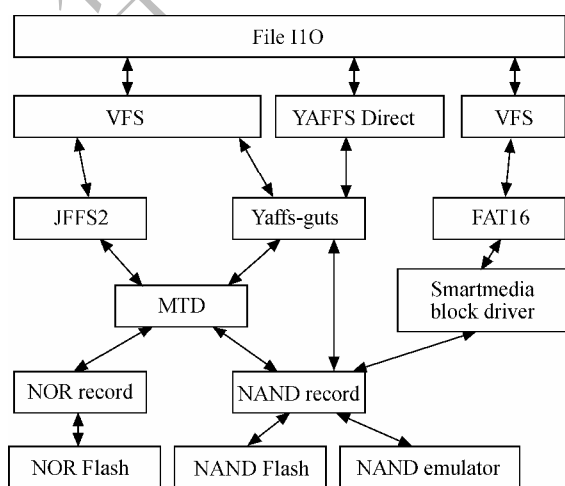

图 19.8 JFFS2 和 YAFFS
- 1 YAFFS 还带有 NAND 芯片驱动, 并为嵌入式系统提供了直接访问文件系统的 API, 用户可以不使用 Linux 中的 MTD 和 VFS, 直接对文件进行操作 (如图 19.8)。尽管如此, NAND Flash 大多还是采用 MTD+YAFFS 的模式。